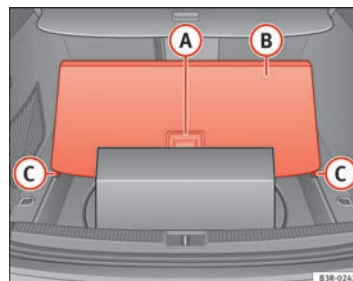

Fig. 122 Superficie de carga levantada
- Tirando del asa **(A)** ⇒ fig. 122, levante la cubierta de la superficie de carga **(B)** y haga que los bordes exteriores entren en los rebajes **(C)**.
- Con ayuda del asa **(A)** ⇒ fig. 122, pliegue la superficie de carga y desplácela hasta el respaldo.
Los objetos pequeños se pueden guardar también **debajo** de la cubierta **(B)** ⇒ fig. 122.